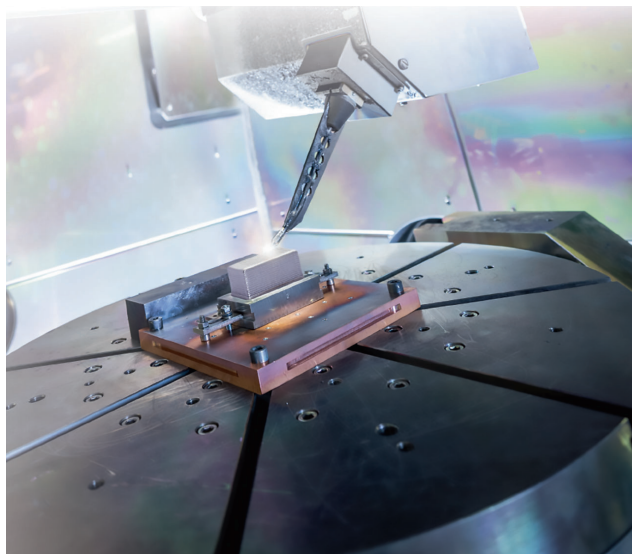

Bild 15: Draht-Auftragschweißen auch für anspruchsvolle Metalle wie Kupfer, Titan und Edelstahl.
- 3D-Druck-Technologie mit Draht-Auftragschweißen (Bild 15)